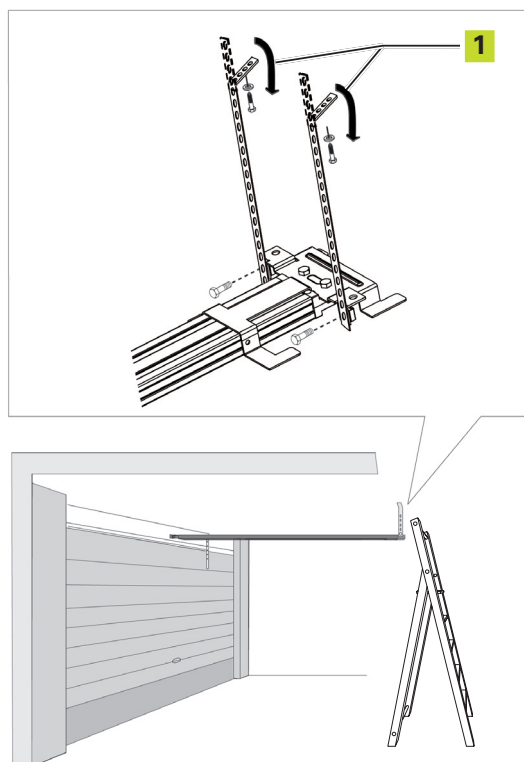

Fig. 16
- 11) Monter les brides sur la patte d'attache postérieure et repositionner le rail de guidage (fig. 16).